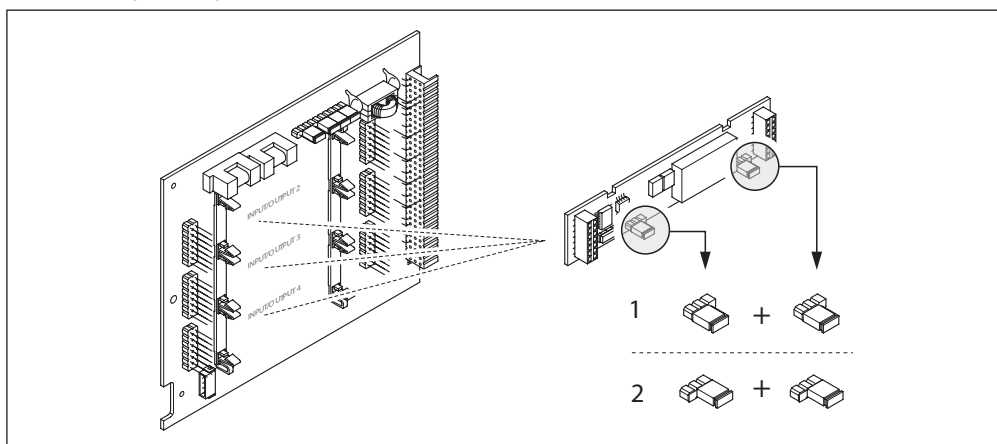

Рис. 41. Настройка контактов реле (НЗ/НР) на плате ввода/вывода с гибким назначением контактов (submodule)
3. Установите перемычки → рис. 41.